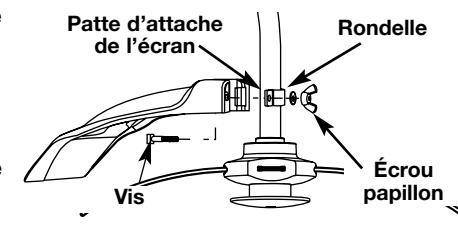

Fig. 2
- De l'intérieur de l'écran de l'accessoire de coupe, poussez le boulon carré dans le trou jusqu'à ce que l'extrémité filetée dépasse de la patte d'attache de l'écran (Fig. 2).